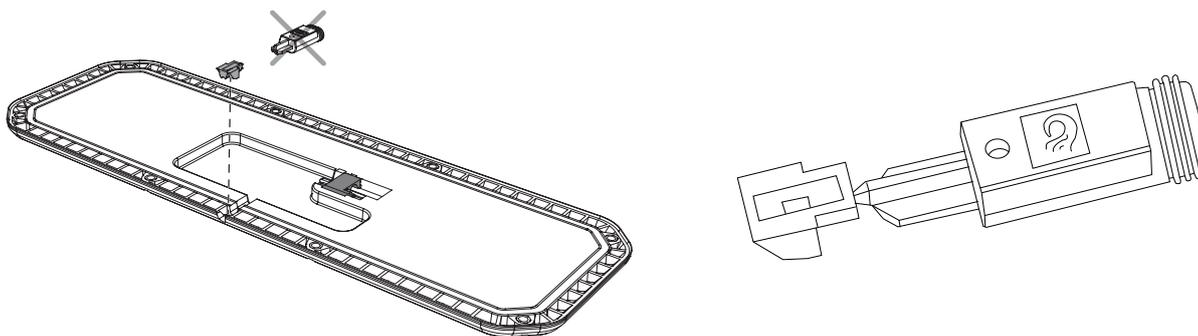

Abb.56. Montage der Abdeckung zur Abdichtung der UCU.
4. Brechen Sie den äußeren Teil der Abdeckung vorsichtig ab. Die Montage erfolgt in der Auskerbung. Siehe Abb.56.